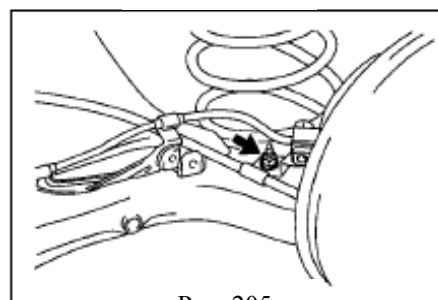

Рис. 205
6. Снимите правый трос ручного тормоза, открутив гайки демонтируйте правый трос ручного тормоза с задней осевой рамы (рис. 205)